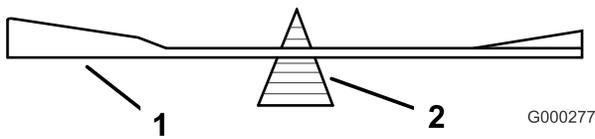

Figura 94
2. Verifique el equilibrio de la cuchilla colocándola sobre un equilibrador de cuchillas (Figura 94). Si la cuchilla se mantiene horizontal, está equilibrada y puede utilizarse. Si la cuchilla no está equilibrada, rebaje algo el metal en la parte de la vela solamente (Figura 95). Repita este procedimiento hasta que la cuchilla esté equilibrada.